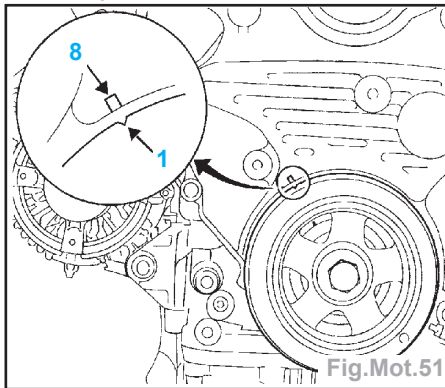

Fig.Mot.51
- Positionner le repère de PMH (1) de la poulie d'accessoires de vilebrequin en face du repère (8) du carter de distribution (Fig.Mot.51).